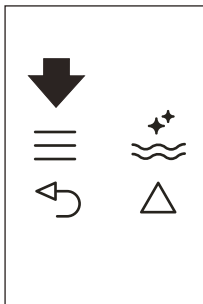
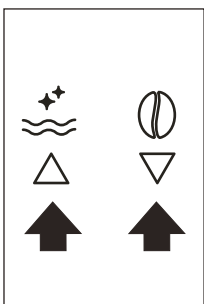

Abb.22
Abb. 9
- ▶ Drücken Sie das  Symbol (B2), um das Menü aufzurufen (Abb. 22) oder drücken Sie die Symbole   (B7) und (B8) (Abb. 9) bis „HEISSWASSER PROGRAMMIEREN“ erscheint.